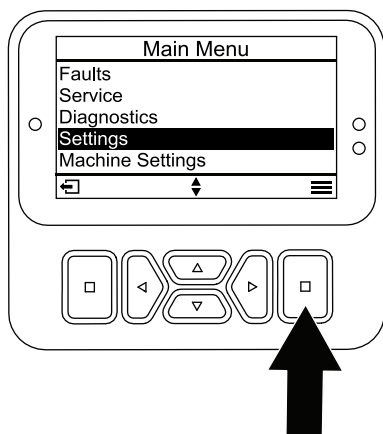

図 24
1. メイン メニューから、設定メニューまで下にスクロールし、選択ボタン (図 24) を押します。